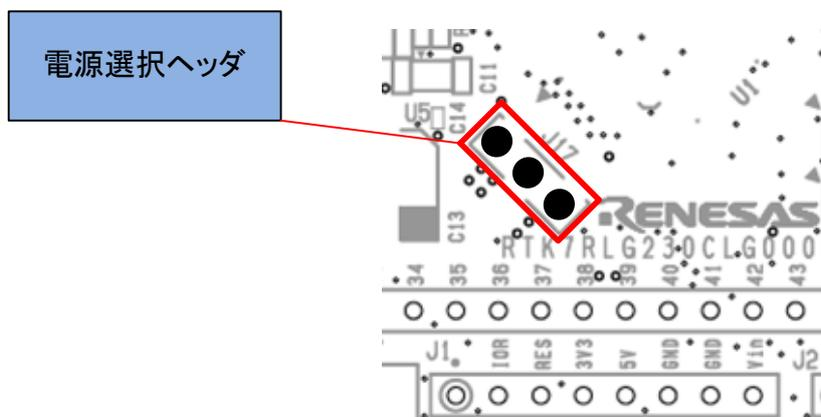

図 5-6: エミュレータ/外部電源使用時のヘッダ設定(部品面)
- ・ J17 オープン：エミュレータ/外部電源供給を選択。(図 5-6)